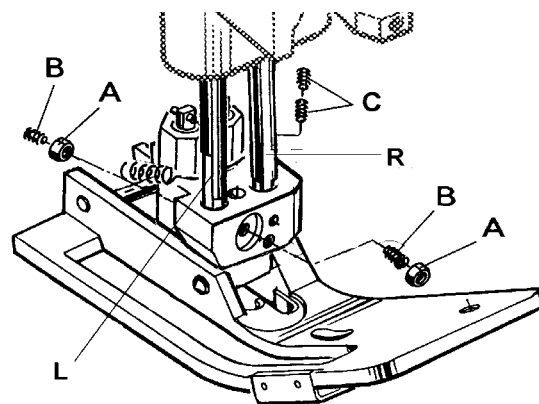

Fig. 16
Remove the needle and rotate handwheel until the feed dog is below the throat plate. Depress the presser foot lifter lever and insert the presser foot in the two presser bars (L and R, Fig. 16). The left presser bar (L) should only engage with its pivot in the opening of the presser foot shank. Loosen the two lock nuts (A, Fig. 16) and align with the two set screws (B), the needle slot in the presser foot with the needle slot in the throat plate. Secure this setting with the two lock nuts (A).
Entfernen Sie die Nadel und drehen Sie das Handrad bis der Transporteur unter der Stichplatte steht. Drücken Sie den Drückfuß-Lifterhebel und setzen Sie den Drückfuß in die beiden Drückfußstangen (L und R, Fig. 16) ein. Die linke Drückfußstange (L) darf nur mit dem Zapfen in die Öffnung der Drückfußnabe eingreifen. Lösen Sie die beiden Kontermuttern (A, Fig. 16) und richten Sie mit den beiden Gewindestiften (B) das Stichloch im Drückfuß zum Stichloch der Stichplatte aus. Sichern Sie diese Einstellung mit den beiden Kontermuttern (A).